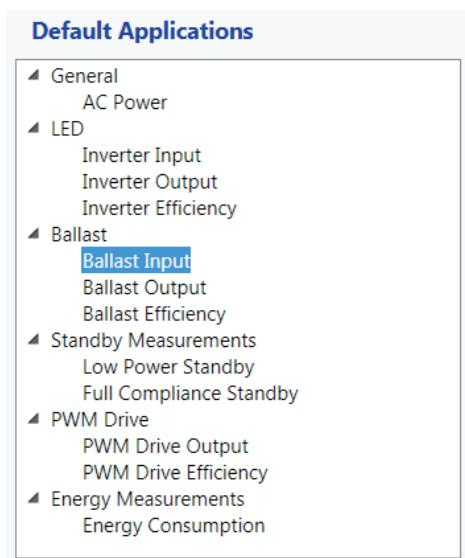

图 4. 镇流器设置窗口。
- 在 Default Applications(默认应用) 列表中选择 Ballast Input(镇流器输入)(参见图 4)，然后点击 Wizard 按钮，设置镇流器测试。
- 根据主屏窗口中的 Wizard 设置说明进行操作。Wizard 将引导您完成镇流器参数设置，说明怎样连接 PA1000 和被测镇流器 (参见图 4)。